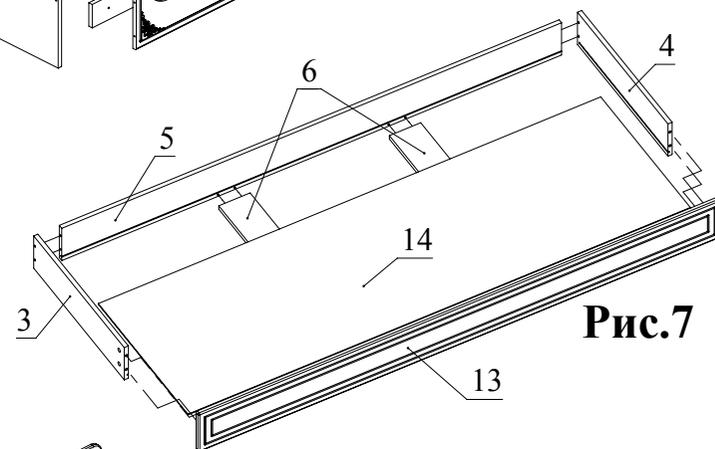

Рис.7
8. Соберите ящик. Соедините при помощи конфирмат детали 3, 4, 5. Установите детали 6 (2 шт.) на деталь 5 и зафиксируйте, повернув головки минификсов по часовой стрелке до упора. Вставьте дно ящика из ДВП в пазы деталей 3, 4, 5. Установите деталь 13 на детали 3, 4, 6 и зафиксируйте, повернув головки минификс по часовой стрелке до упора (Рис. 7).
9. Закрепите при помощи шурупов 3,5x16 ролики стационарные на детали 3, 4, 6 (2 шт.) (Рис. 7).